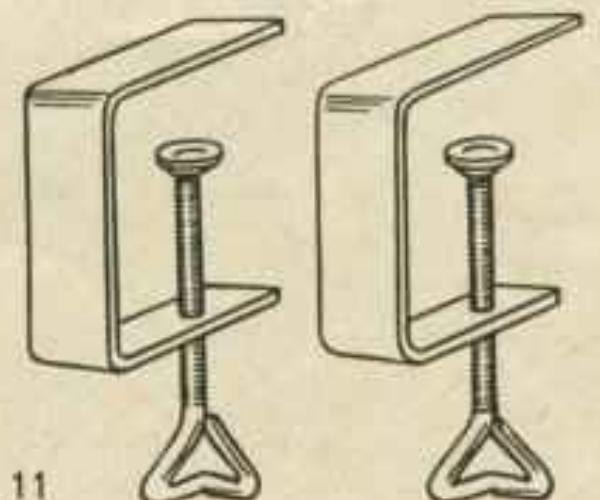

Fig. 11
**Zwei Zwingen zum Anschrauben des hinteren Nadelbettes, Fig. 11**